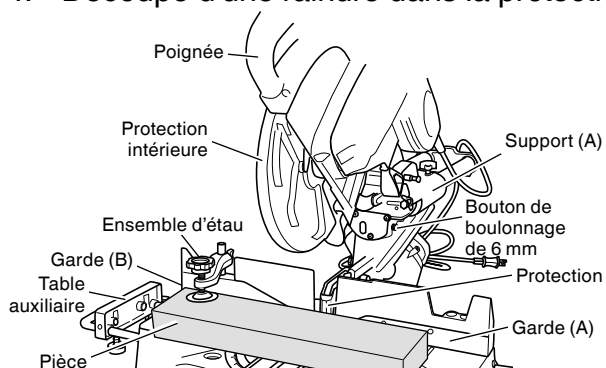

Fig. 8
Le support (A) a une protection (voir Fig. 8) dans laquelle une rainure doit être coupée lors de l'utilisation de l'outil pour la première fois. Desserrer la vis moletée de 6 mm de façon à ce que la protection rentre légèrement.